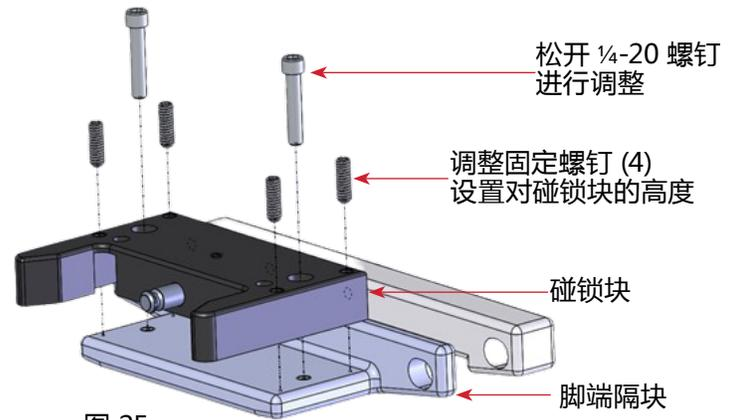

图 25
4. 首先调整现有 CT 上脚端碰锁安装块的高度,方法是松开锁紧螺钉 (2) 1/4-20 螺栓 (图 25)。